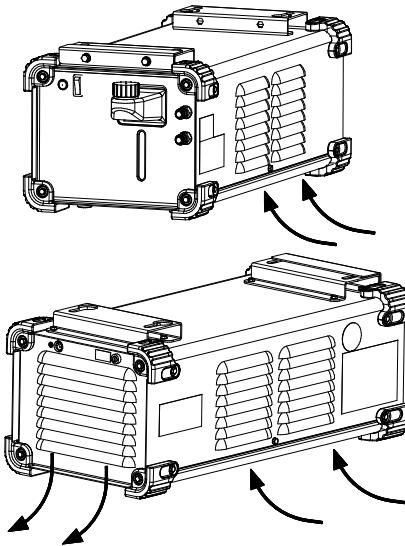

Рис. 3.
- Вентиляционные отверстия:** Обеспечивают необходимую циркуляцию при воздушном охлаждении (Рисунок 3).